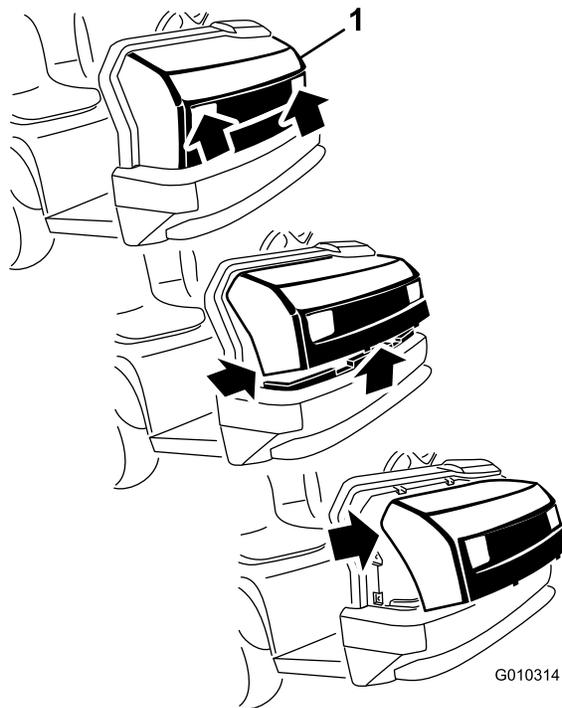

Рисунок 28
1. Взявшись за капот в области проемов фар, поднимите его вверх, чтобы высвободить нижние монтажные лапки из пазов рамы (Рисунок 28).
2. Потяните низ капота на себя и вверх, чтобы высвободить верхние монтажные лапки из пазов рамы (Рисунок 28).
3. Потяните верх капота на себя и отсоедините кабельные разъемы от фар (Рисунок 28).
2. Вставьте верхние монтажные лапки в пазы рамы (Рисунок 28).
3. Вставьте нижние монтажные лапки в пазы рамы (Рисунок 28).